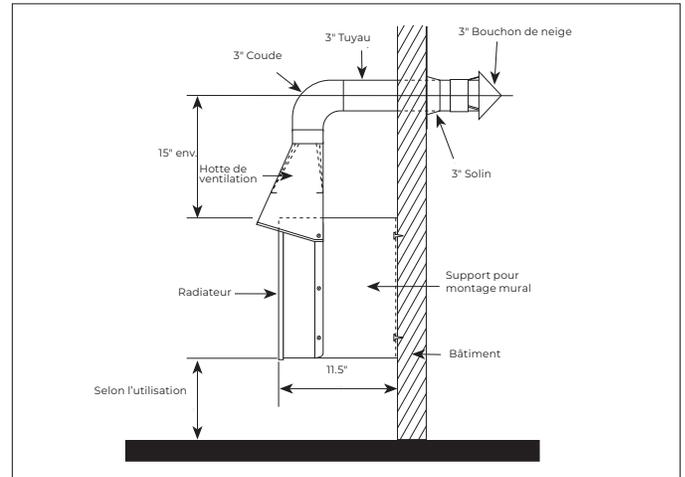

Figure 4 – Ventilation à partir du radiateur
3. Afin de diminuer les concentrations en dioxyde de carbone et en vapeur d'eau dans le bâtiment, un assemblage de hotte de ventilation peut être installé afin de fournir une ventilation à pression positive à partir du radiateur (Figure 4, page 16).